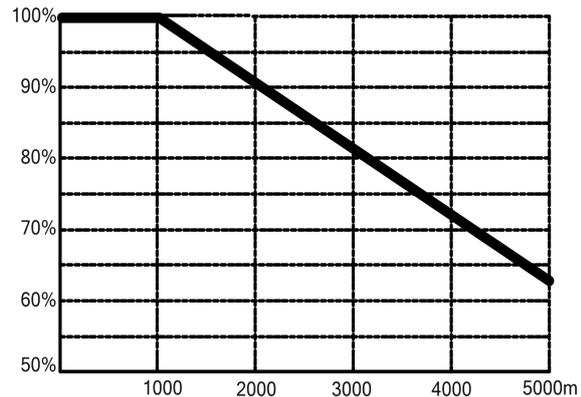

图 3-2 额定输出电流与海拔高度的关系
- 2) 使用海拔：≤1000 米的地区。超过 1000 米，由于空气稀薄造成产品散热效果变差，有必要降额使用，额定输出电流与海拔高度的关系如图 3-2 所示。